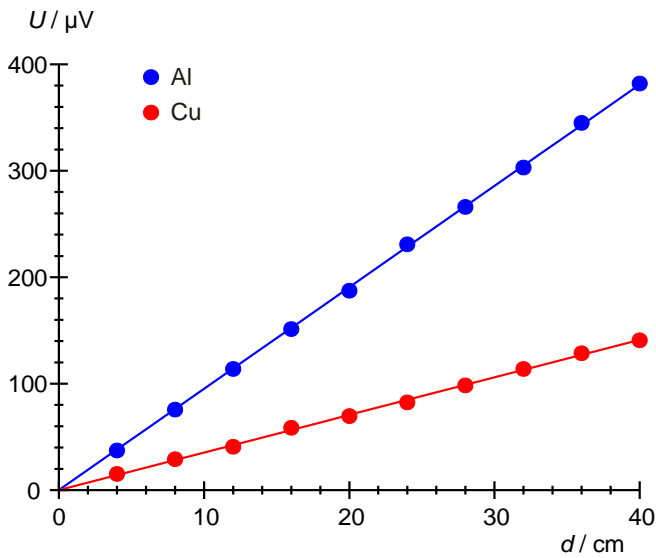

Fig. 3: Diagramma U-d per il rame e l'alluminio
- Rappresentare in un diagramma le tensioni misurate U (Tab. 1) in funzione delle distanze d per l'asta conduttiva termica in rame e in alluminio (Fig. 3) e tracciare le rispettive rette sui punti di misura.